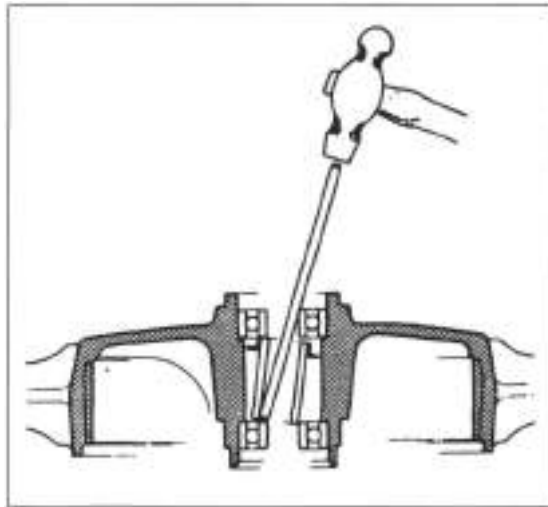

Bild 248
- Radlager wie in Bild 248 gezeigt schrittweise über Kreuz austreiben, um Aufweiten der Lager-sitze zu vermeiden.